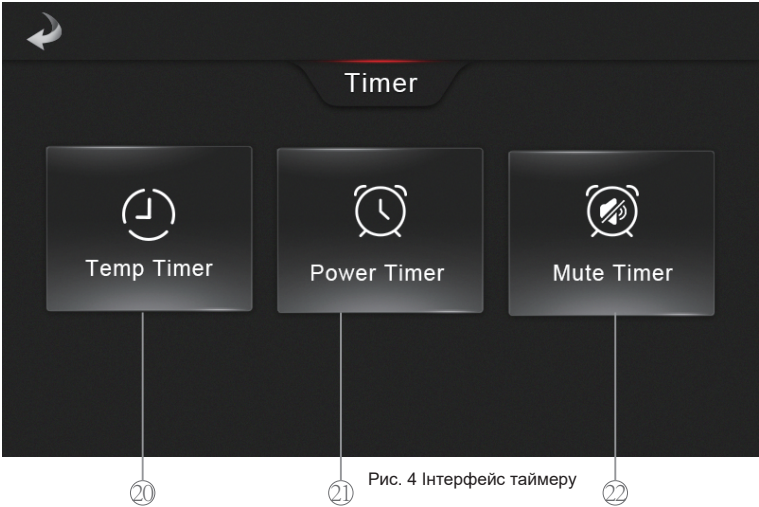

Рис. 4 Інтерфейс таймеру
Щоб увімкнути функцію таймера вимкнення звуку, спочатку натисніть кнопку таймера ⑤ у головному інтерфейсі, а потім натисніть кнопку таймера вимкнення звуку (рис. 4), щоб перейти до інтерфейсу таймера вимкнення звуку, увійдіть до таймера початку та завершення, а потім натисніть кнопку увімкнення/вимкнення, щоб увімкнути або вимкнути налаштування. Коли функцію таймера вимкнення звуку ввімкнено, у головному інтерфейсі відображається «».